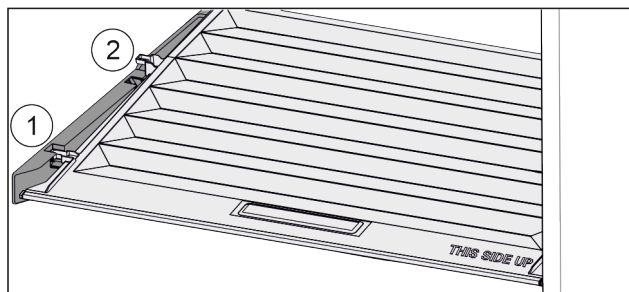

Fig. 34
- Vytáhněte víko dopředu až k otvoru v přídržných dílech Fig. 34 (1).
- Vzadu zespolu nadzvedněte a vyjměte směrem nahoru Fig. 34 (2).